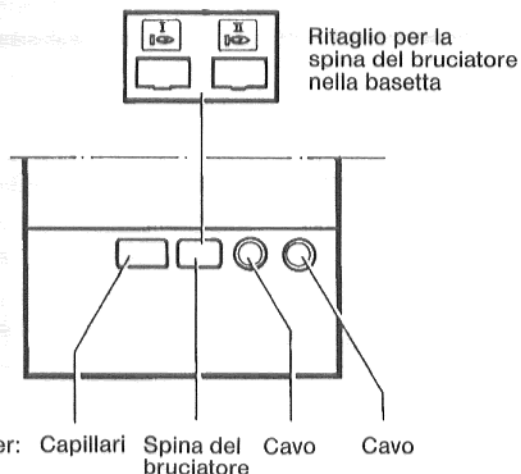

Fig. 8
I cavi devono venire introdotti attraverso le boccole passacavi della parete posteriore, essere posti nell'apposito canale fra la parete laterale e l'isolazione, quindi essere portati da sotto alla basetta attraverso le boccole passacavo (Fig. 8).
Passare verso il basso i capillari attraverso l'apertura rettangolare sinistra della basetta e del coperchio (Fig. 8).
14. Infilare da sopra nell'apertura della basetta contrassegnata da I, la parte di collegamento della spina del bruciatore (Fig. 8 e 11).